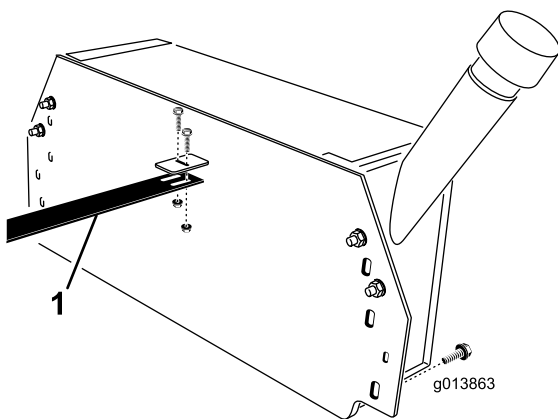

図 9
30. 油圧オイルタンクのブラケットに、ホースガイドを取り付ける； 1/4 x 3/4 in ボルトとフランジロックナット各2を使用する (図 9)。